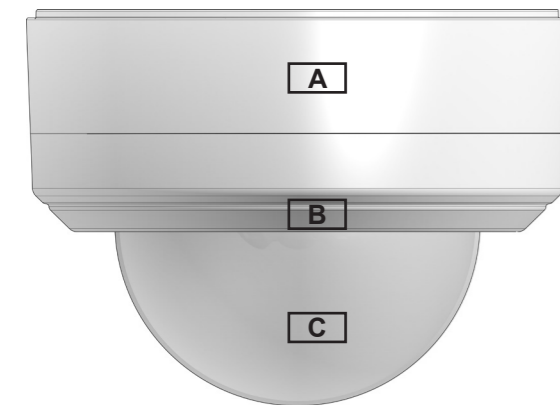

Fig. 1 : Product description
**PRODUCT DESCRIPTION (Fig. 1)**
**DESCRIPTION DU PRODUIT (Fig. 1)**
**DESCRIPCIÓN DEL PRODUCTO (Fig. 1)**
**DESCRIZIONE DEL PRODOTTO (Fig. 1)**
**PRODUKTBEschREIBUNG (Fig. 1)**
**PRODUKTBEskRIVELSE (Fig. 1)**
**PRODUKTBEskRIVNING (Fig. 1)**
**产品描述 (Fig. 1)**